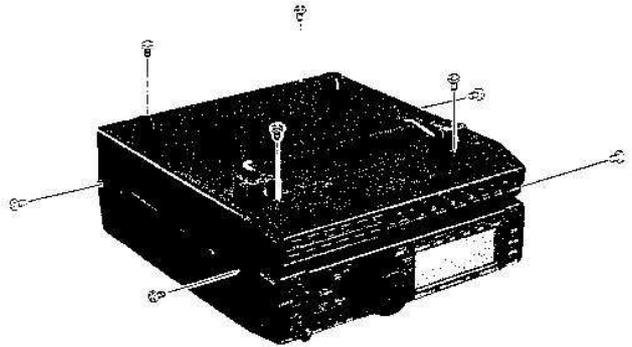

Figura 1: Quitar la tapa inferior
- Coloque el aparato sobre la mesa boca abajo y con la parte de atrás enfrente suyo, quite los ocho tornillos que aseguran la tapa inferior y sáquela (Figura 1).